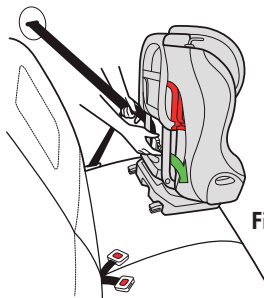

Figure 78
- Faites traverser la ceinture du véhicule dans le chemin de ceinture de la position orientée vers l'avant, en prenant soin de ne pas mettre la ceinture du véhicule entre le harnais et le dossier du siège, et bouclez la ceinture, tel qu'illustré dans la **Figure 78**.